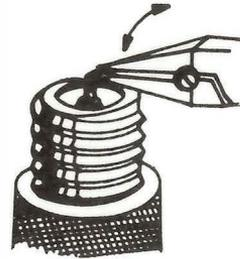

Fig. 17
d. Ajuste la distancia entre los electrodos (Fig.17), si fuera necesario.